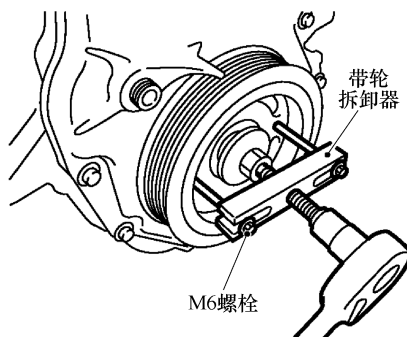

图 3-93 拆下曲轴带轮
② 松开并拉出曲轴带轮螺栓。
③ 将带轮拆卸器置于曲轴带轮的 M6 螺纹孔处，然后拆下曲轴带轮，如图 3-93 所示。